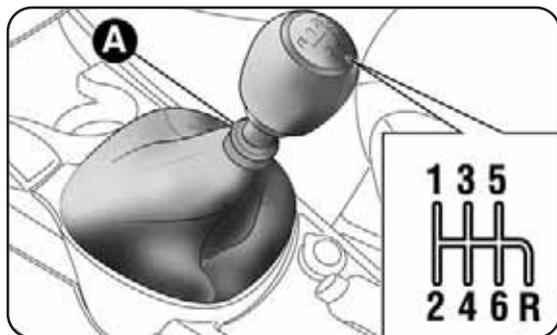
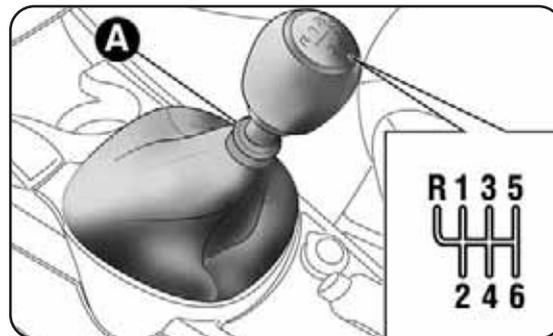
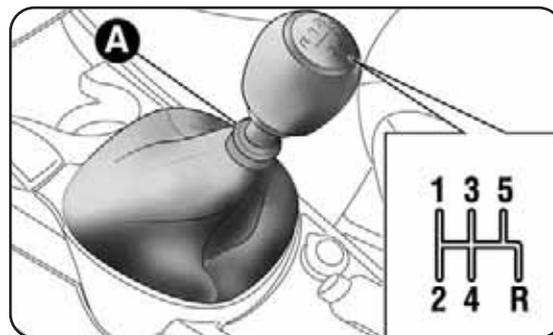

fig. 2 Versões 1.4 Gasolina, 1.4 Multi Air
fig. 3 Versões 1.4 Turbo Gasolina 155CV, 1.4 Turbo Multi Air 170CV Quadrifoglio Verde, 1.6 JTDM
fig. 4 Versões 1.4 Turbo Gasolina 120CV, 1.4 Turbo Multi Air, 1.3 JTDM-2
Para engatar as mudanças, carregue a fundo no pedal da embraiagem e ponha a alavanca da caixa de velocidades na posição desejada (o esquema para o engate das mudanças está gravado no punho da alavanca fig. 2, fig. 3 e fig. 4).
Para engatar a marcha-atrás (R) a partir da posição de ponto morto, levante o anel A-fig. 2, fig. 3, fig. 4 por baixo do punho da alavanca e simultaneamente: